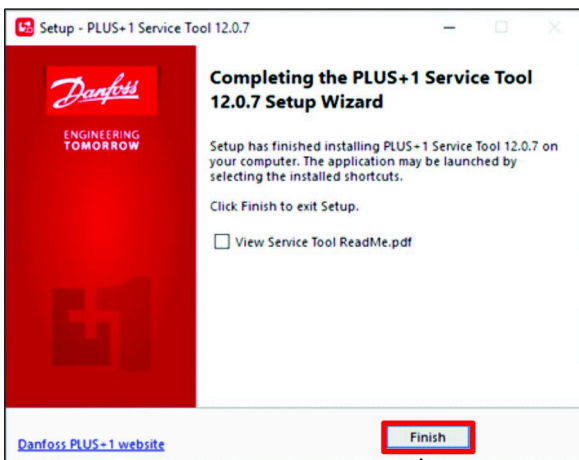

Figure 33
4. Dans la boîte de dialogue Fin de l'assistant de configuration de l'outil de service, cliquez sur le bouton TERMINÉ (Figure 33).